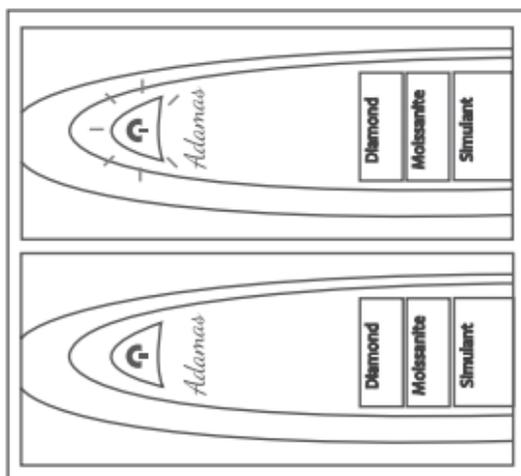

Рис. 1.10
3. Нажмите кнопку питания, чтобы включить прибор. Когда индикатор «Ready» (Готово) перестанет мигать, прибор будет готов к переходу в режим калибровки, как показано на рис. 1.10. На это может уйти до 15 секунд. Если через 15 секунд индикатор «Ready» (Готово) продолжает мигать, возможно, кончик детектора расположен неправильно. Повторите процедуру с шагов 1 и 2.